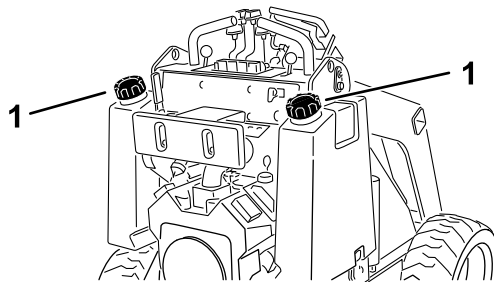

Figura 6
3. Pulite l'area attorno al tappo del serbatoio del carburante e rimuovetela (Figura 6).